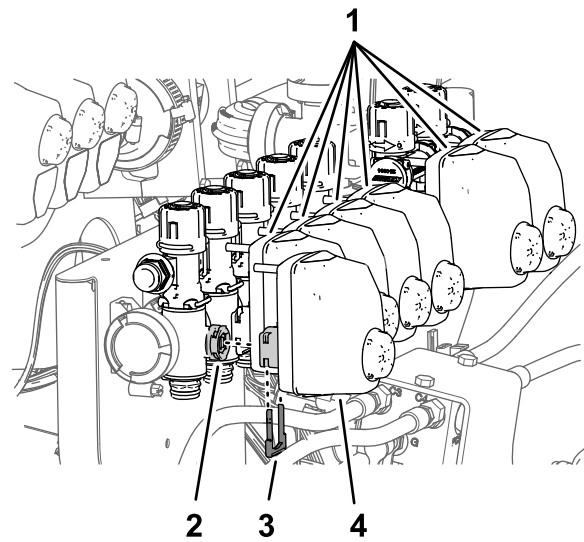

Bild 99
1. Entfernen Sie die Halter, mit denen die Ventilaktuatoren für die Düsenventile 1 bis 7 befestigt sind (Bild 99).
2. Entfernen Sie die Düsenaktuatoren von den Düsenventilen 1 bis 7 (Bild 99).
10. Befestigen Sie die Ventilaktuatoren in den Düsenventilen 1 bis 7 (Bild 99) mit den Haltern, die Sie in Schritt 1 entfernt haben.